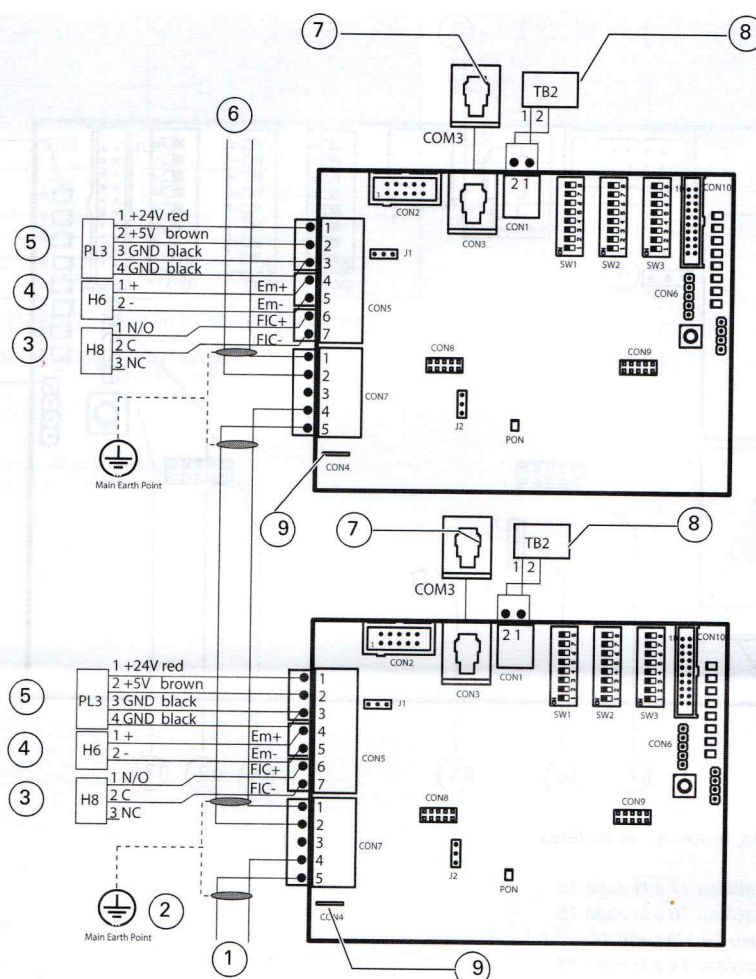

Fig. 5 : Schéma de câblage, ligne de réseau RS485.
- 9 Connecter le câble réseau métallique (voir la fig. 5 à la page 12 et le tableau 17 à la page 16).
- 10 Connecter le câble d'alimentation comme indiqué à la fig. 5 à la page 12 (voir aussi le tableau 16 à la page 16).
- Si la centrale MZX est une centrale Maître, connecter l'ENTREE D'ALARME D'URGENCE H6 de la carte FIM à l'E/S de mode d'urgence du module TLI800EN comme indiqué à la fig. 5 à la page 12.
- Si la centrale MZX n'est PAS une centrale Maître, connecter l'ALARME H8 de la FIM sur l'E/S FIC du module TLI800EN comme indiqué à la Fig. 5 à la page 12.